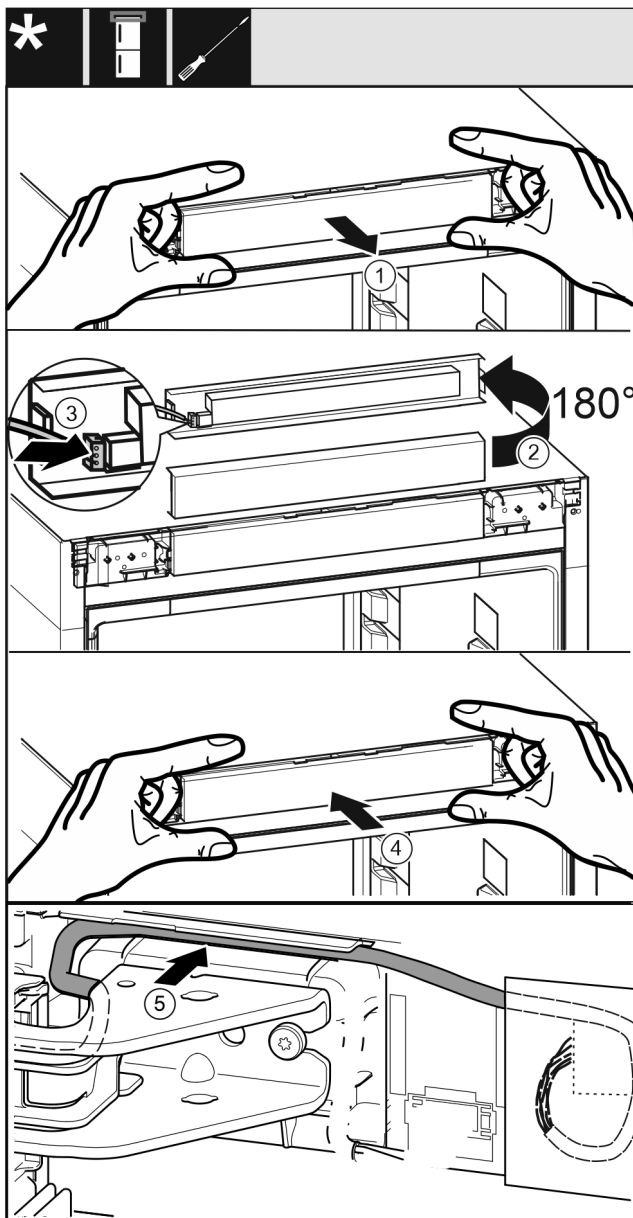

Fig. 31
- ▶ Tag betjeningsafdækningen forsigtigt ud. Fig. 31 (1)
- ▶ Drej afdækningen 180° op. Fig. 31 (2)
- ▶ Sæt stikket i afdækningen til betjeningsdelen. Fig. 31 (3)
- ▶ Sæt betjeningsafdækningen på apparatet igen. Fig. 31 (4)
- ▶ Anbring forsigtigt det grå kabel i føringen over den øverste hængselkonsol. Fig. 31 (5)